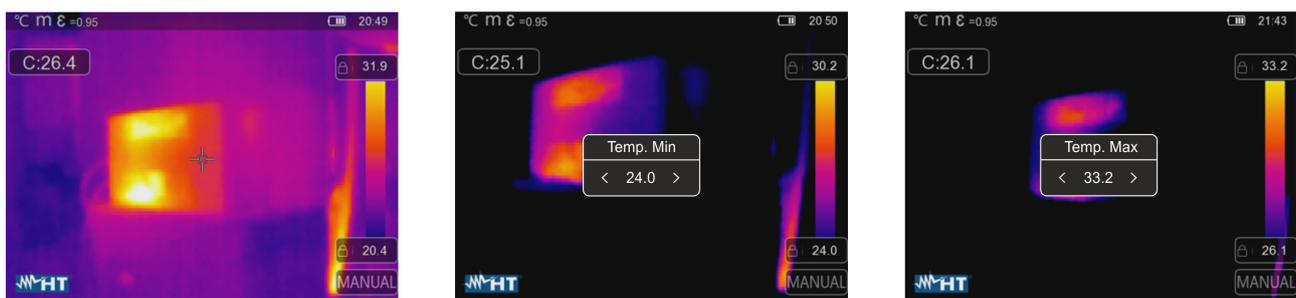

Fig. 45: Configuración modo Manual
3. Toque el icono “” en la parte inferior de la barra y use las teclas flecha < o > para configurar el valor de la temperatura asociada al nivel bajo en pasos de 0.1°C (ver la Fig. 45 – parte central)
5. Toque el icono “” en la parte superior de la barra y use las teclas flecha < o > para configurar el valor de la temperatura asociada al nivel alto en pasos de 0.1°C (ver la Fig. 45 – parte derecha)